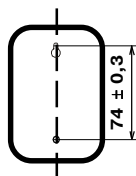

рис.2
2. Разметить и просверлить в стене два отверстия согласно отверстиям в основании 1 под деревянные пробки или пластмассовые дюбеля (рис. 2).